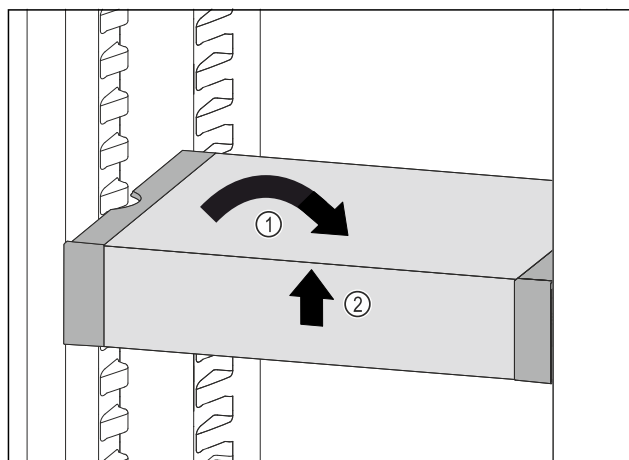

Fig. 136
- ▶ Remettre le VarioSafe droit. Fig. 136 (1)
- ▶ Soulever la partie avant du VarioSafe. Fig. 136 (2)